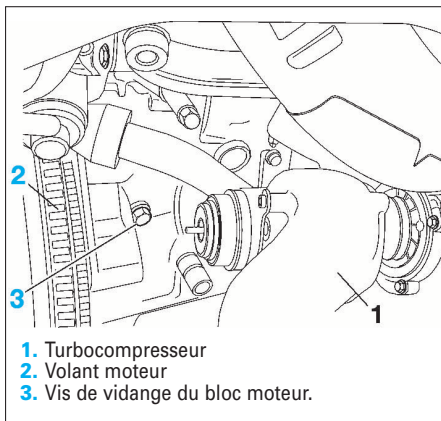

FIG. 44
• Vidanger le moteur en déposant le bouchon de vidange situé sur le bloc-cylindres côté tablier (3) (Fig.44).
- Reposer le bouchon de vidange (3) (Fig.44).